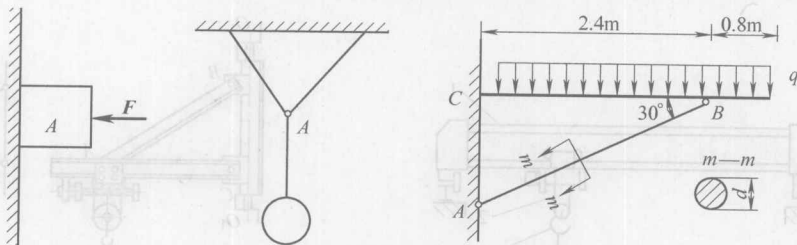

图 1-9
2. 认真观察，图 1-9 中哪些是集中力？哪些是分布力？哪些是力系？